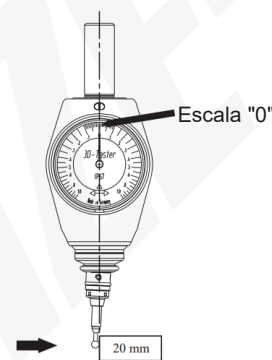

Fig. 6
- Aproxime o bloco de calibração do primeiro lado até que o ponteiro aponte para "0" (Fig. 6).